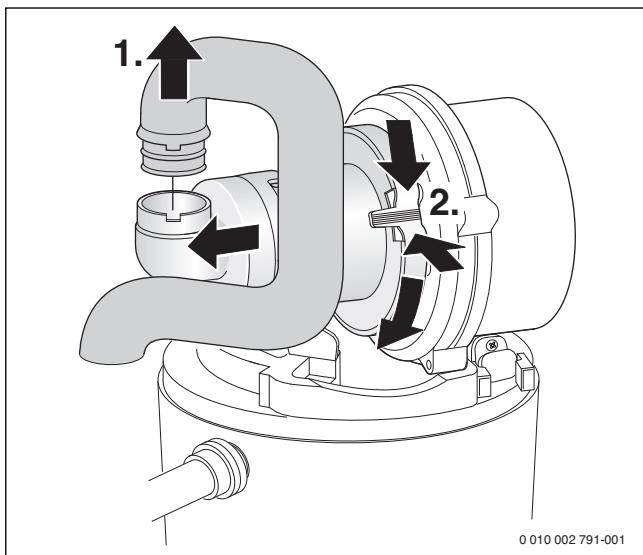

Рис. 46 Демонтаж всасывающей трубы и смесительного устройства
- ▶ Демонтируйте смесительное устройство (\rightarrow рис. 46).